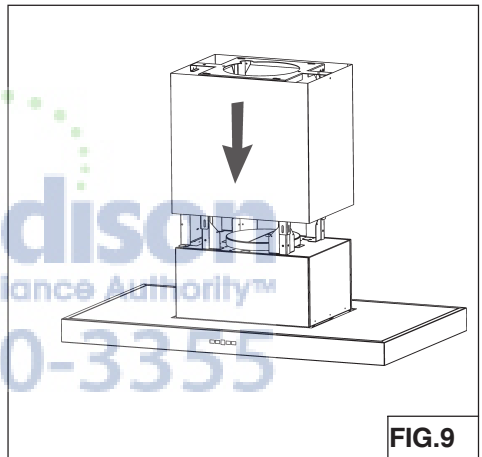

FIG.9
1. Sujete el **conducto superior** a la parte superior del armazón de soporte (Fig. 9).
2. Monte la campana al techo con los (4) tornillos 6x70mm instalados previamente. Estos apriete los tornillos. Instale (2) tornillos de 6x70mm adicionales, como se muestra en la ilustración. Asegúrese de que todos los (6) tornillos estén firmes.
3. Asegure la campana en el techo e instalar el (2) tornillos adicionales (6x70mm).